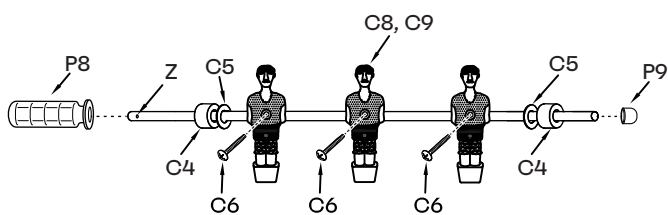

Rys. 7
7. Przełóż drążki C1, C2, C3 przez jeden panel boczny (upewnij się przy tym, że otwór Z przy samym końcu drążków jest po odpowiedniej stronie – na tych końcach będą montowane uchwyty P8, patrz rysunek 7). Następnie włóż graczy C8 i C9 oraz gumowe podkładki C4 i plastikowe podkładki C5 na drążki w kolejności i według układów R1-R8. Na drążkach bramkarzy należy dodatkowo zamontować stopery C7.